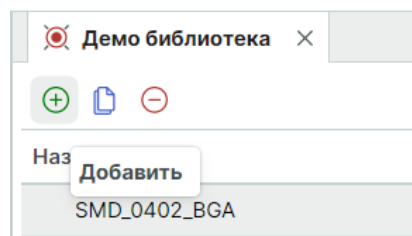

Рис. 50 Добавление новой фигуры
3. Нажмите на символ  «Добавить», расположенный на панели инструментов редактора контактных площадок, см. Рис. 50.